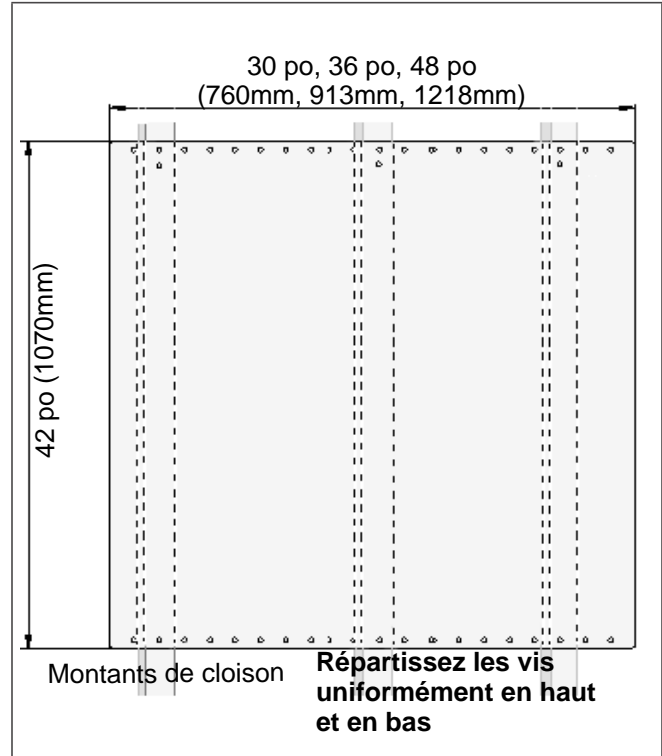

FIGURE 1: INSTALLATION DU DOSSIERET DE PROTECTION
3. Utilisez deux vis fournies pour fixer le haut et le bas du dossieret de protection dans chaque montant de cloison (voir Figure 1).